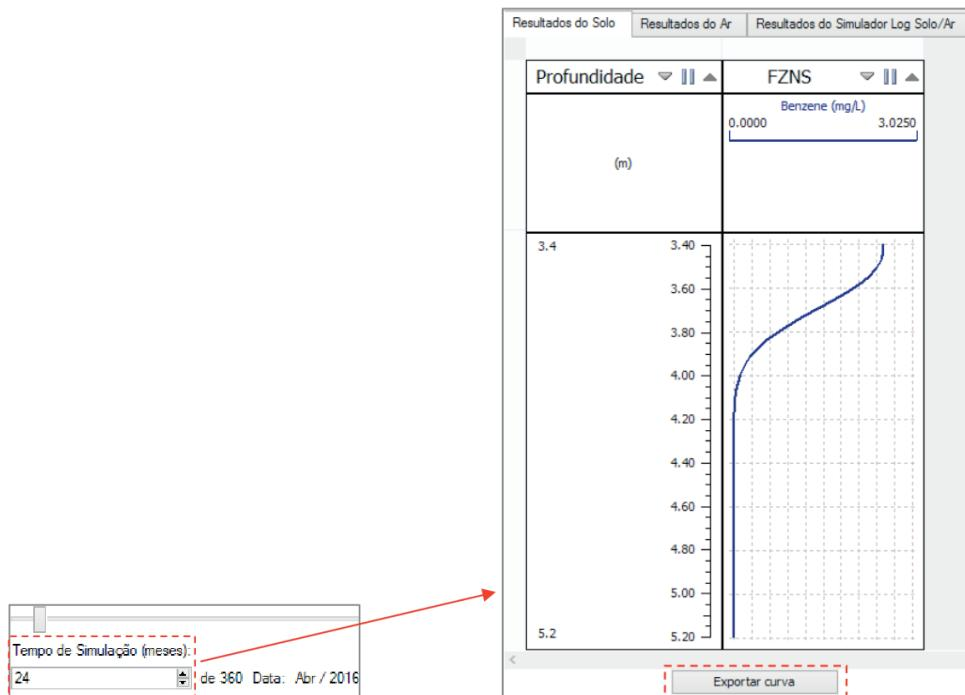

Figura 2.182 Exemplificação Resultados do Solo.
- Resultados do Solo: é possível visualizar a variação das concentrações das substâncias químicas ao longo do tempo decorrentes da lixiviação, abaixo da fonte de contaminação (zona não saturada) até o nível do lençol freático. Na Figura 2.182 o eixo_x (superior) do gráfico representa as concentrações simuladas das substâncias, e o eixo_y (lado esquerdo), a profundidade de lixiviação. Colocando-se o mouse sobre qualquer ponto da curva são indicados a profundidade e a concentração.